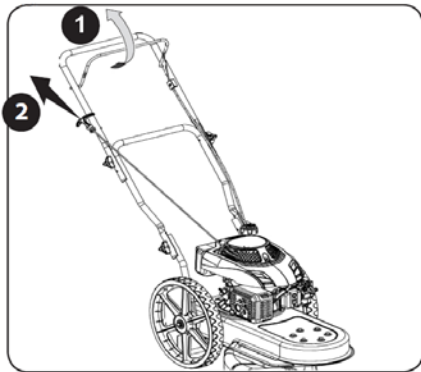

Figure 5-2
1. Appuyez une ou deux fois sur la pompe d'amorçage et appuyez sur le levier de commande. Voir Figure 5-2 (1), et tirez sur la corde du démarreur pour démarrer le moteur. Voir Figure 5-2 (2).